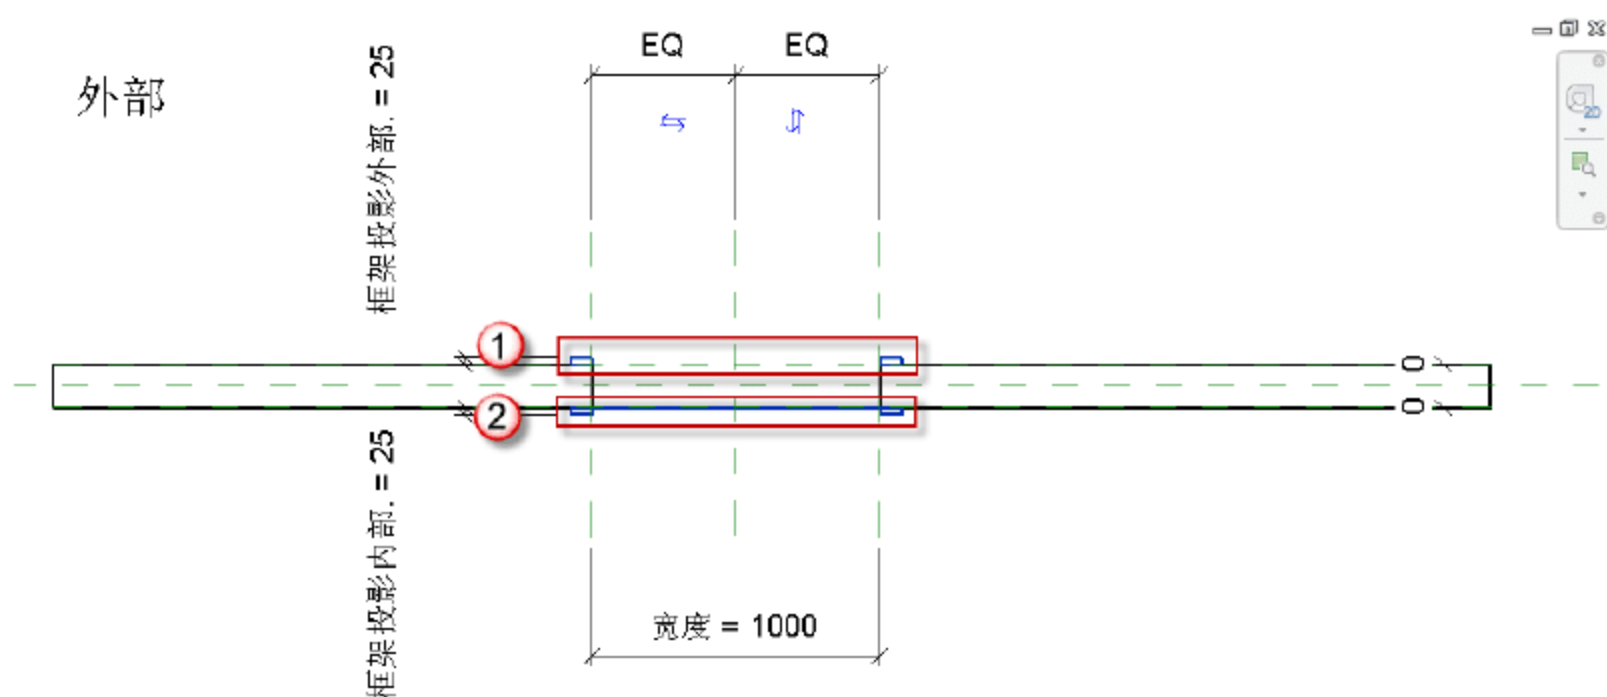

图 6.1.45 选定“框架/竖挺：拉伸”
(2) 删除公制门框架。按 Ctrl 键，多选上“框架/竖挺：拉伸”，如图 6.1.45 所示。按 Delete 键将其删除，删除后如图 6.1.46 所示。